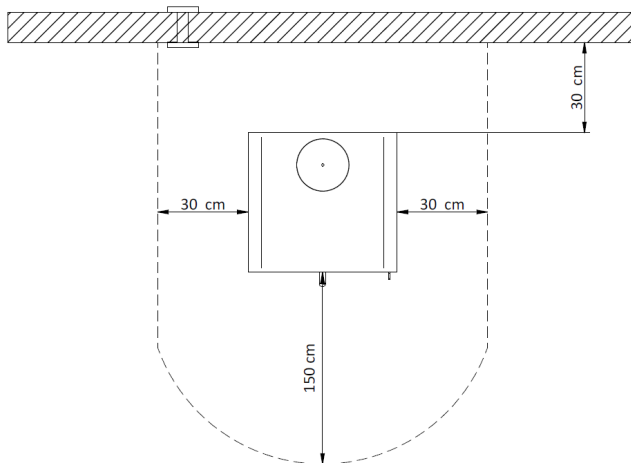

Figura 31 - Distâncias mínimas de segurança
* Na vizinhança das paredes da salamandra não devem ser utilizados materiais combustíveis. Deve respeitar uma distância de segurança de 30 cm em relação às costas, 30 cm às laterais e 150 cm na frente, Figura 31;